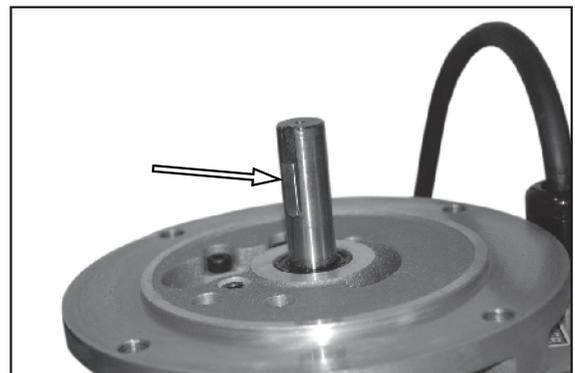

Figure 35.
2. Voir Figure 35. Retirez la clavette carrée.